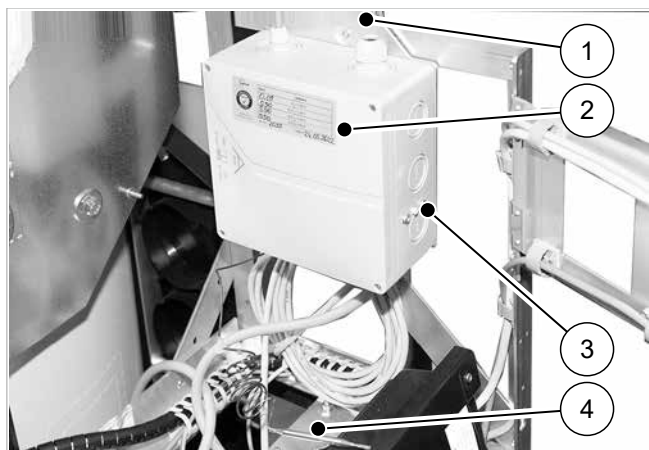

Fig. 18: Scatola di collegamento per cartuccia di riscaldamento montata
1. Inserire il limitatore di temperatura di sicurezza (4, → fig. 18) nella bussola della cartuccia di riscaldamento e fissare con il connettore a molla in dotazione.